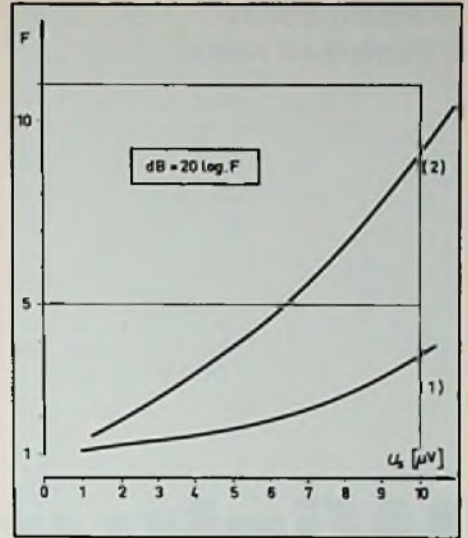

Bild 5: Vergleich der eingangssignalabhängigen Signal/Rauschspannungsabstände F einer AM-Mischstufe ohne (1) und mit (2) FET-Vorstufe
gen die Beziehungen (4) und (5) den in Bild 5 dargestellten Verlauf, wobei als Rauschspannung U_{RM} und U_{RFET} die Werte eingesetzt wurden, die sich meßtechnisch aus den Schaltungsaufbauten nach Bild 1 und 2 bei Verwendung mehrerer Exemplare von Bipol- und Feldeffekt-Transistoren feststellen ließen.